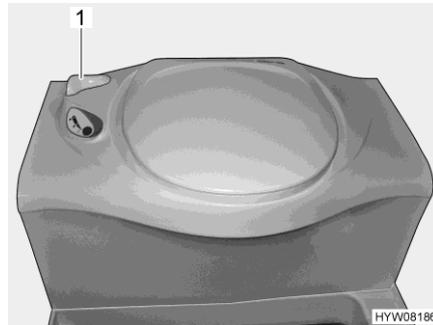

Fig. 276 Toilettes Thetford
- Avant d'actionner la chasse d'eau, ouvrir le curseur des toilettes Thetford. Tourner pour cela le levier du curseur (Fig. 276,1) dans le sens inverse des aiguilles d'une montre.
- Après avoir actionné la chasse d'eau, fermer le curseur. Tourner le levier du curseur (Fig. 276,1) dans le sens des aiguilles d'une montre.